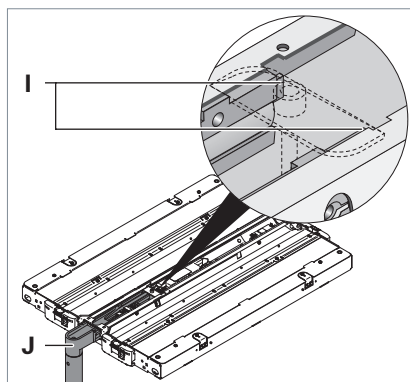

Fig. 24: Démontez le châssis du luminaire à raccordement latéral.
- Comprimez les deux extrémités **I** du bras de support **J** à l'aide d'une pince et enlevez le châssis du luminaire du bras de support, voir Fig. 24.